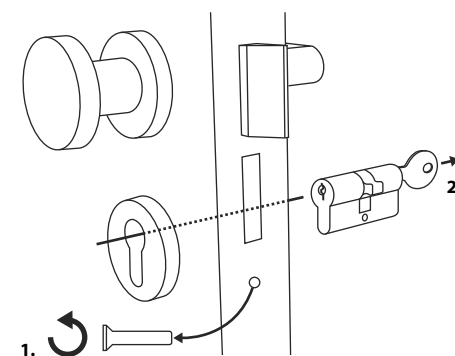

Fig. 1
- 1 Retire el cilindro de la cerradura presente aflojando el tornillo de sujeción de la puerta y extrayendo el cilindro con la llave introducida (Fig. 1).